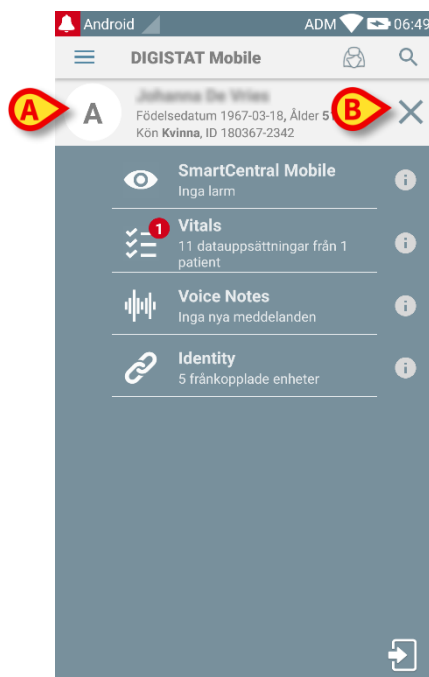

Fig. 37
Patienten väljs på detta sätt (Fig. 37).
Patientdata står upptill på sidan (Fig. 37 **A**). Samtliga data i DIGISTAT® Mobile modulerna filtreras nu på patient (d.v.s. endast den valda patientens larm/meddelanden visas).
- Tryck på krysset i Fig. 37 **B** för att välja bort patienten och gå tillbaka till läge Alla patienter.
Patienten väljs på detta sätt. Skärmbilden som visas i Fig. 37 (exempel) visas.
Patienten väljs på detta sätt. Skärmbilden som visas i Fig. 37 visas.